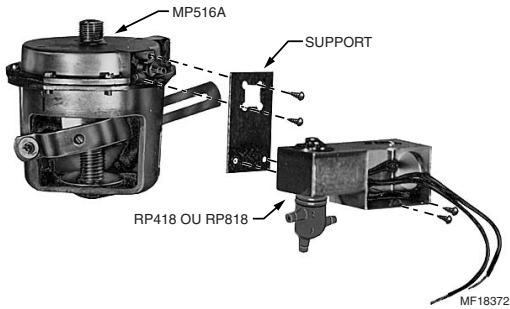

Fig. 2. Relais RP418 ou RP818 montés directement sur un servomoteur MP516A au moyen de la trousse de montage 14003638-001.
REMARQUE : Dans le cas d'un montage mural, utiliser les trous de montage situés sur les côtés du corps de la vanne du relais ou les ouvertures défonçables à l'intérieur de la boîte de jonction. Voir la Fig. 2.
1. Utiliser les trous de montage sous le couvercle de la boîte de jonction; fixer le relais à l'aide de vis de montage, non fournies. Voir les Fig. 2 à 5.